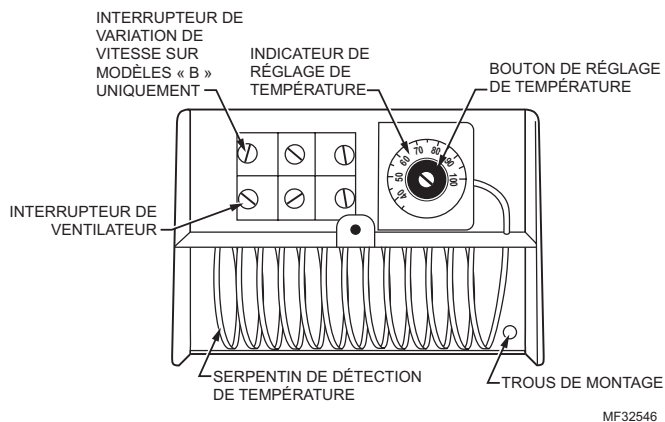

Figure 9. T631 avec couvercle retiré. T631A et C ont trois bornes de câblage seulement.
2. Tourner le bouton de réglage de la température et l'échelle sur l'indicateur puis le ramener à la position initiale. Voir la Fig. 9. L'équipement contrôlé doit s'allumer et s'éteindre.
- Tourner le bouton de réglage de la température et l'échelle sur l'indicateur puis le ramener à la position initiale. Voir la Fig. 9. l'équipement contrôlé doit s'allumer et s'éteindre.